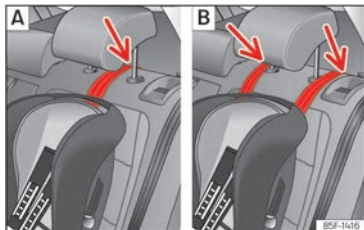

Abb. 39 Rücksitze: Einstellung und Einbau unter Verwendung des Top Tether-Gurts.
- Führen Sie den Gurt unter der Kopfstütze durch (in Abhängigkeit der Gebrauchsanweisungen des Kindersitzes ggf. Kopfstütze anheben oder entfernen) >>> **(Abb. 39)**.